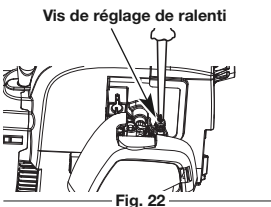

Fig. 22
La vitesse de ralenti du moteur est réglable à l'aide d’une vis de réglage accessible par un trou situé sur le dessus du couvercle du moteur (Fig. 22).
2. Relâchez la manette des gaz et laissez le moteur tourner au ralenti. Si le moteur s'arrête, insérez un tournevis cruciforme entre la couverture du filtre à air et celle du moteur (Fig. 22). Tournez la vis du ralenti dans le sens des aiguilles d’une montre, 1/8 de tour à la fois (selon le besoin) jusqu'à ce que le moteur tourne au ralenti sans à-coups.